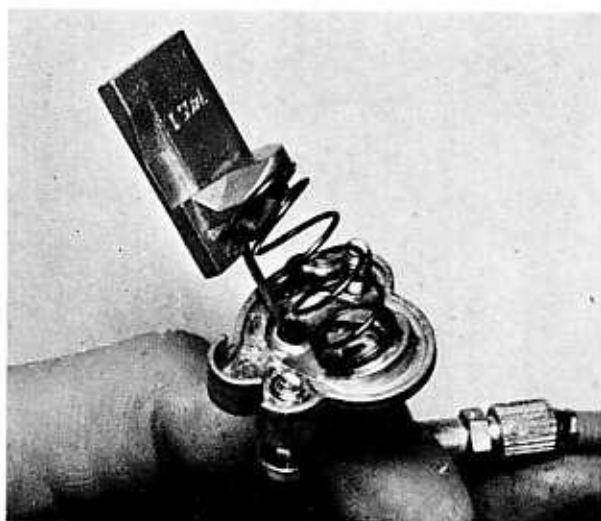

Bild 89
- Zum Prüfen des Vergaserschiebers auf Abnützung wird der Schieber vom Gaszug gelöst und in den Vergaser eingesetzt (Bild 89). Zu grosses Spiel des Schiebers lässt Falschlucht durchtreten, wodurch die Gemischzusammensetzung verändert und der Motorlauf gestört wird. Abhilfe kann nur durch Austauschen der abgenützten Teile geschaffen werden.